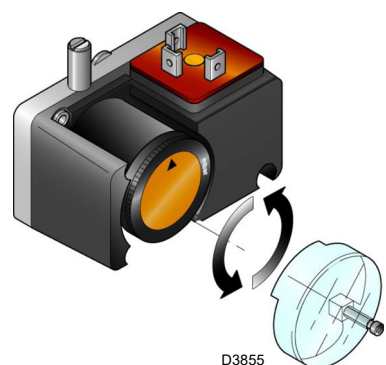

Fig. 29
- Régler le pressostat gaz seuil minimum (Fig. 29) en début d'échelle.
L'objectif du pressostat de gaz de seuil minimum est d'empêcher le brûleur de fonctionner de manière inadéquate en raison d'une pression de gaz trop faible. Effectuer le réglage du pressostat gaz seuil minimum (Fig. 29) après avoir réglé le brûleur, les vannes de gaz et le stabilisateur de rampe.